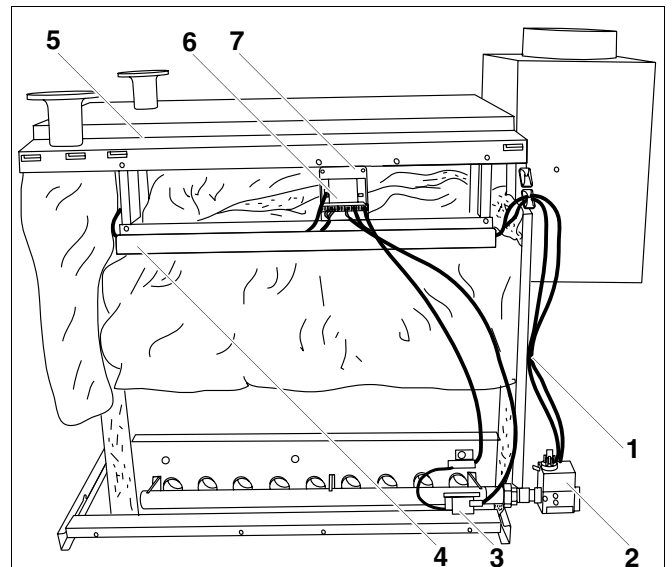

Fig. 69 Comandă digitală arzător
- Se fixează suportul pentru comandă arzător (fig. 69, **poz. 7**) cu 2 șuruburi de carcasa laterală a cazanului (fig. 69, **poz. 5**).
- Racordurile dintre comanda arzătorului (fig. 69, **poz. 6**) și rampa de gaz (fig. 69, **poz. 2**), respectiv elementul de aprindere (fig. 69, **poz. 3**) și electrodul de supraveghere se realizează conform schemei electrice.
- Racordurile dintre comanda arzătorului (fig. 69, **poz. 6**), aparatul de reglare și aparatul suplimentar de reglare se realizează conform schemei electrice.
- Conductele de la comanda arzătorului (fig. 69, **poz. 6**) la aparatul de reglare sunt trasate prin canalul de cablu (fig. 69, **poz. 4**) și deschiderea de la carcasa frontală a cazanului.
- Conductele dintre rampa de gaz (fig. 69, **poz. 2**) și comanda arzătorului (fig. 69, **poz. 6**) sunt fixate cu bride de detensionare (fig. 69, **poz. 1**) la peretele din spate și trasate prin canalul de cablu (fig. 69, **poz. 4**) la comanda arzătorului.